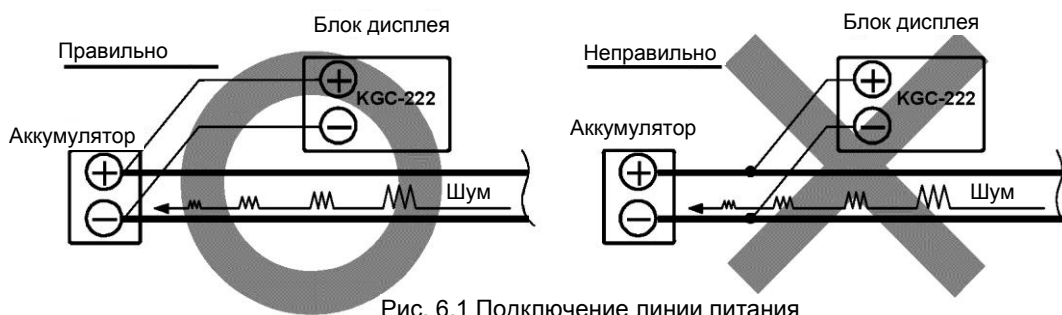

Рис. 6.1 Подключение линии питания
- (1) Держите кабель антенны и кабель питания как можно дальше от кабелей другого электронного оборудования.
- (2) Шкаф блока дисплея должен быть надежно заземлен на корпус с помощью клеммы заземления на задней панели.
- (3) Если подключить кабель питания непосредственно к аккумулятору, помехи от другого электронного оборудования уменьшатся. (См. рис. 6.1.)